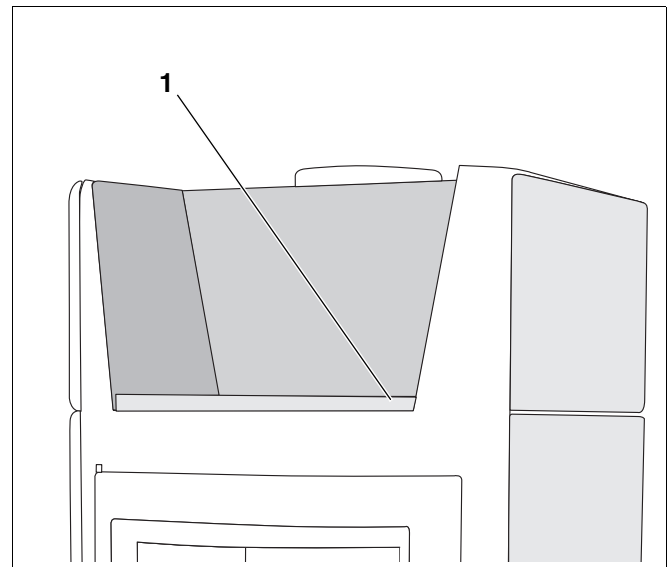

Abb. 27 Warmhaltekerachel
- Warmhaltekerachel (Abb. 27, **Pos. 1**) einlegen.